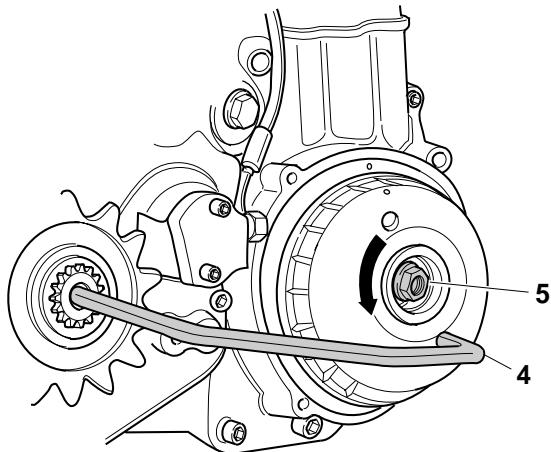

Fig.52
7. Riposizionare l'estrattore "4" come in fig.52 e serrare il dado "5" utilizzando per il bloccaggio Loctite freno-filetti di **Tipo medio 243**.
7. To reinstall the extractor "4" like in Fig. 52 and thigtening the nut "5" for the bloking **Loctite** of **middle type 243**.
7. Auszieher "4" in die Position (Abb. 52) stellen, Mutter "5" festziehen: zur Blockierung **Loctite (Mitteart 243)** benutzen.
7. Placer l'extracteur "4" voir fig.52 et serrer l'écrou "5" en utilisant **Loctite Type moyen 243**.